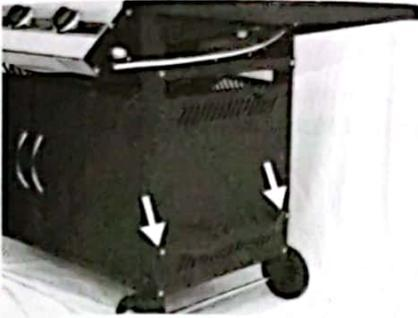

Abb. 26
33. Schrauben Sie den Distanzhalter für Flüssiggas-Behälter mit 2 kurzen Schrauben am rechten Seitenteil fest (Abb. 26/Pfeile).